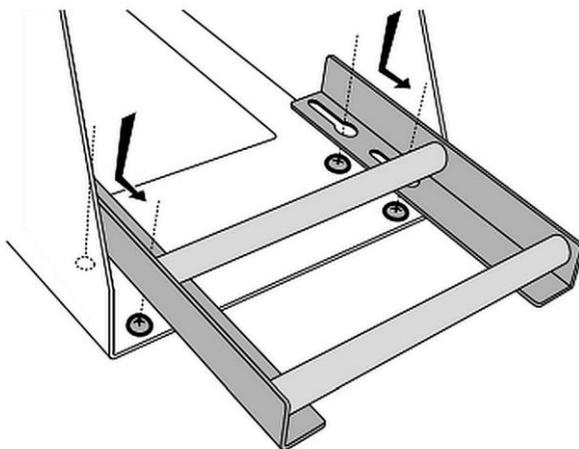

Fig. 3
3. Segure os componentes juntos e coloque-os nas 4 cabeças de parafuso (Fig. 3).